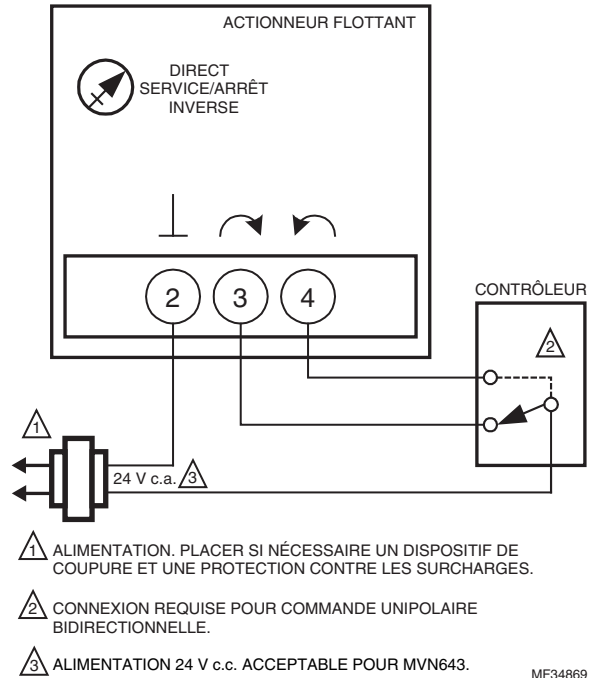

Fig. 7. MN6105 pour action Marche/Arrêt.
2. Câbler l'actionneur en consultant les Figures 7 à 20 pour l'application requise.